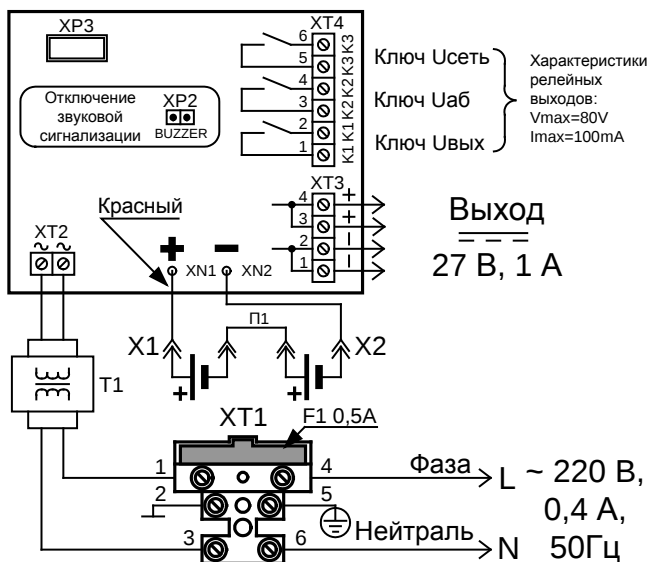

Рисунок 1 Схема подключения РИП
1.2.15 РИП обеспечивает возможность отключения звуковой сигнализации путём снятия перемычки с разъёма ХР2 (расположение разъёма показано на Рис. 1.).
Внимание! При подключении внешнего питающего напряжения 220 В к сетевой колодке необходимо соблюдать правильность подключения проводов «фаза» и «нейтраль». Подключение производить в соответствии с рисунком, расположенным на внутренней стороне корпуса или в соответствии с Рис. 1 данной этикетки.
в) подключить нагрузку к выходной клеммной колодке, соблюдая полярность (ХТ3/1,2 – «-», ХТ3/3,4 – «+», см. Рис. 1).
ж) При необходимости организации дистанционной сигнализации наличия сетевого напряжения, выходного напряжения и напряжения батареи подключить выходы оптореле К1, К2 и К3 к шлейфам сигнализации приборов согласно Рис. 1. Состояния цепей оптореле приведены в Таблице 1.